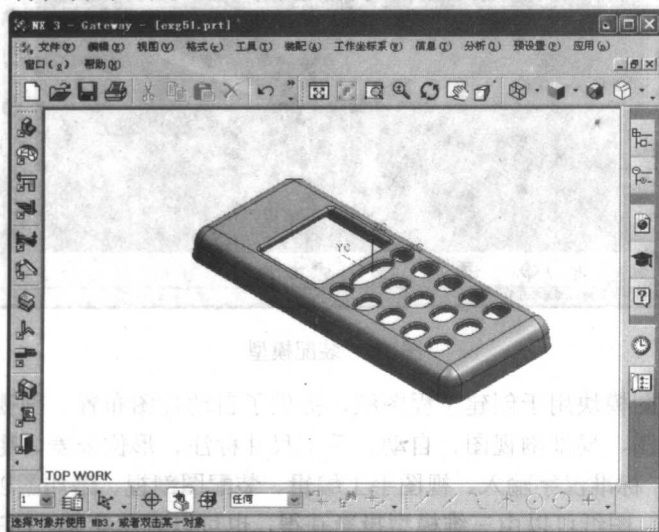

图 1.6 特征模型
- 特征建模。特征建模模块完成基于约束的特征建模，所建立的实体特征可以参数化，其尺寸大小和位置可以进行编辑。UG 特征建模模块提供了各种标准设计特征的生成和编辑、各种孔、键槽、凹腔、方形、圆形、异形、方形凸台、圆形凸台、异形凸台、圆柱、方块、圆锥、球体、管道、杆、倒圆、倒角、模型抽空产生薄壁实体、模型简化 (Simplify)、用于压铸模设计、实体线、面提取、用于砂型设计、拔锥、特征编辑 (如删除、压缩、复制、粘贴等)、特征引用、阵列、特征顺序调整和特征树等工具。UG 创建的特征模型如图 1.6 所示。